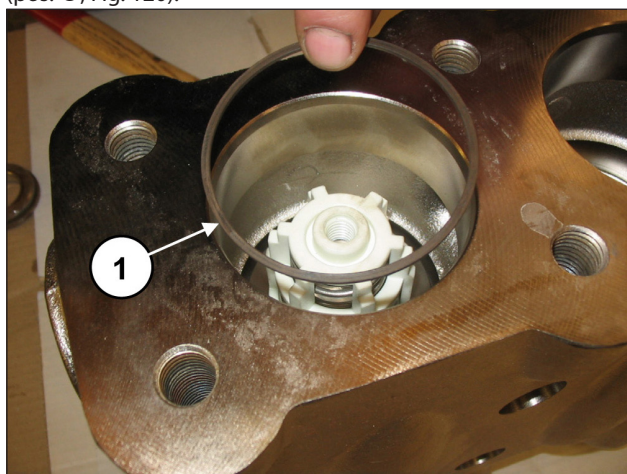

Fig. 120
Introducir la anilla antiextrusión, pos. dibujo desglosado 16 (pos. ①, Fig. 120).